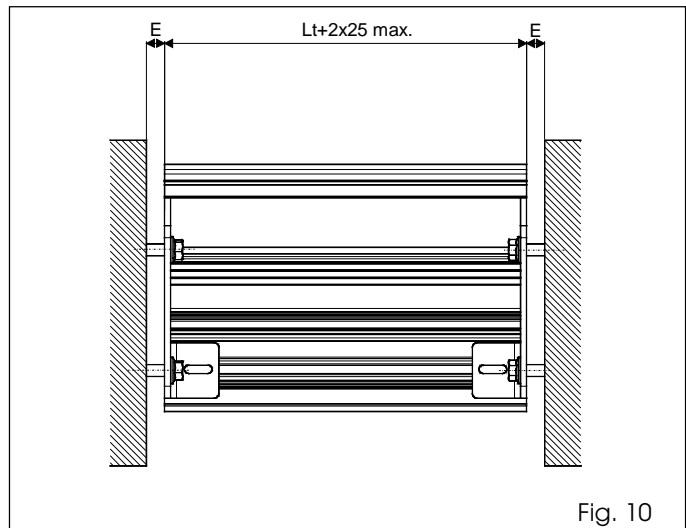

Fig. 10
- Fissare le piastre laterali utilizzando tasselli adeguati (non in dotazione) e prevedere gli eventuali spessori per gli spazi E (fig. 10).